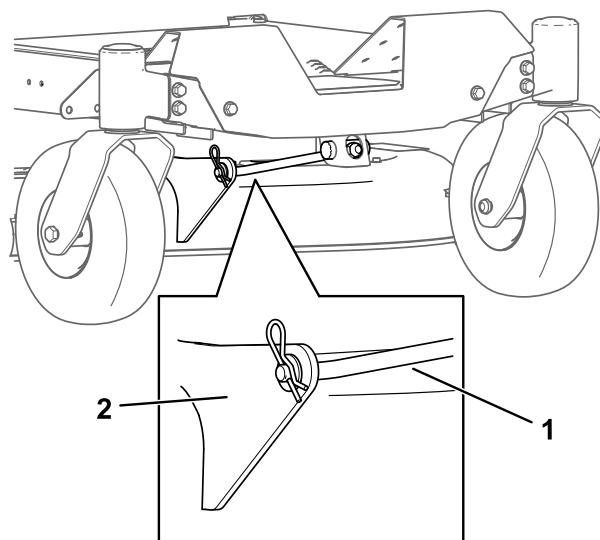

Рисунок 72
5. Снимите шплинт с переднего опорного стержня и снимите стержень с кронштейна деки (Рисунок 72).
8. Прикрепите передний опорный стержень к деке газонокосилки с помощью шплинтуемого штифта и шплинта (Рисунок 72).